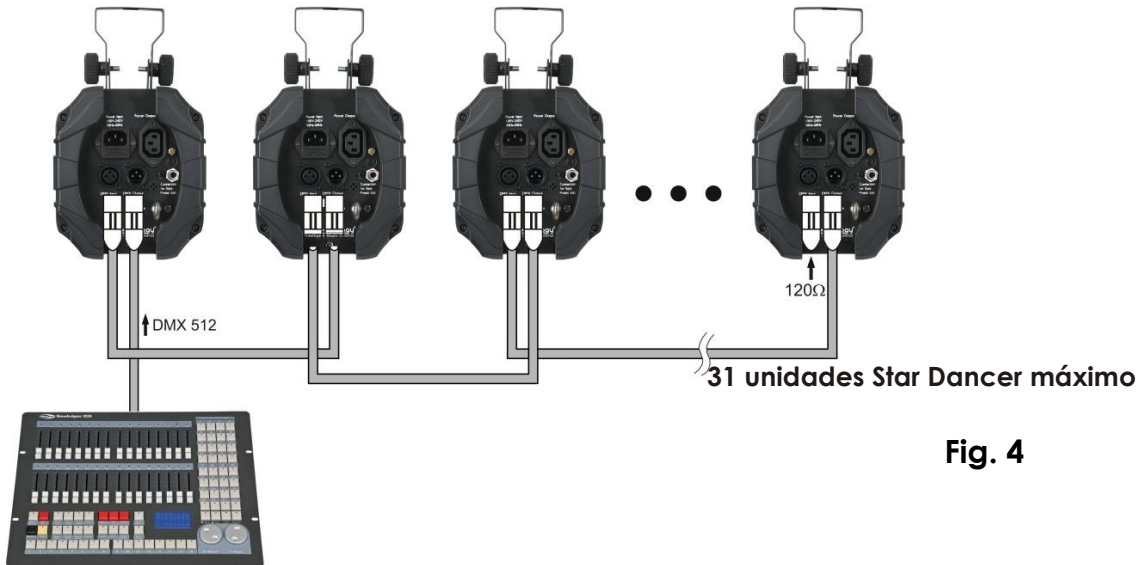

Fig. 4
4. Interconecte las unidades como se muestra en la Fig. 4. Para ello conecte un cable de señal DMX que vaya desde el conector de salida DMX Output de la primera unidad hasta el conector de entrada DMX Input de la segunda unidad. Repita este proceso para interconectar las unidades segunda, tercera y cuarta.